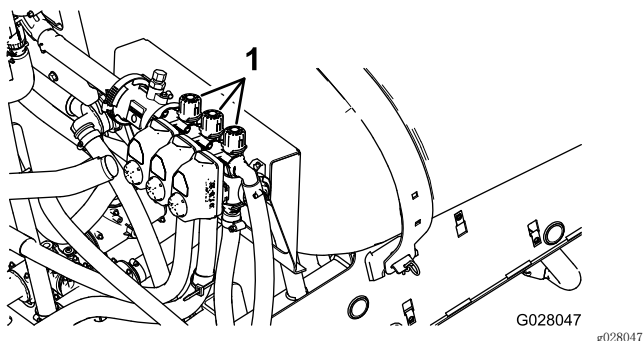

图18
- 关闭左喷洒臂段并调节喷洒臂段旁通旋钮（图18），直至压力读数达到先前的调节水平（通常为2.75bar或40 psi）。
- 调节右喷洒臂段旁通旋钮（图18），直至压力读数达到先前的调节水平（通常为2.75bar或40 psi）。
- 调节中间喷洒臂段旁通旋钮（图18），直至压力读数达到先前的调节水平（通常为2.75bar或40 psi）。